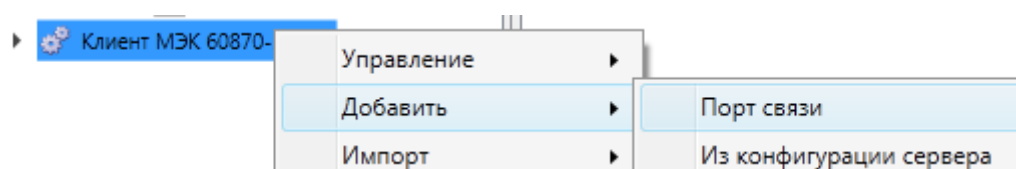

Рисунок 167 – Добавление порта связи клиента МЭК 60870-5-104
**Порт связи** добавляется командой **Добавить** → **Порт связи** контекстного меню узла **Клиент МЭК 60870-5-104** (рисунок 167).